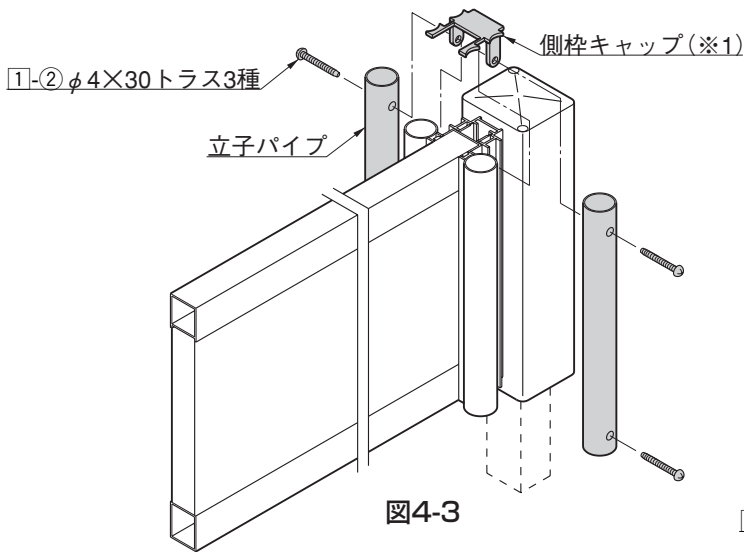
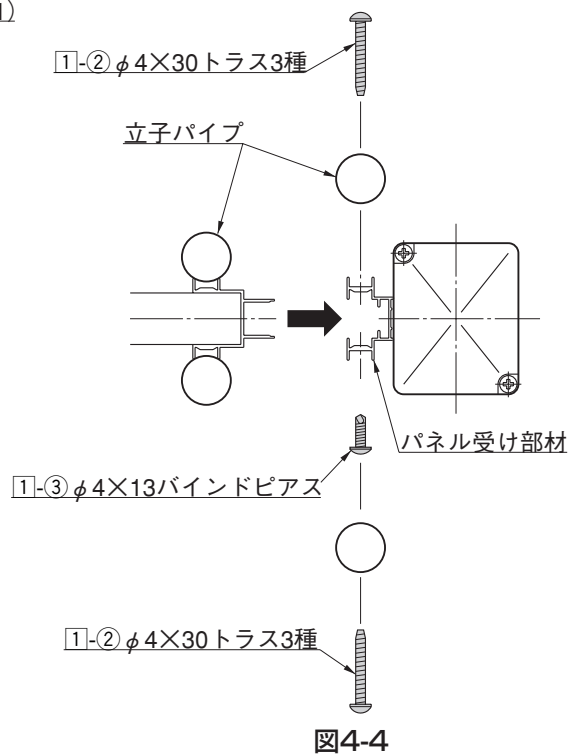

図4-3
図4-4
②側枠キャップを上側に挿入し、立子パイプを①-②で固定してください。(図4-3,図4-4参照)